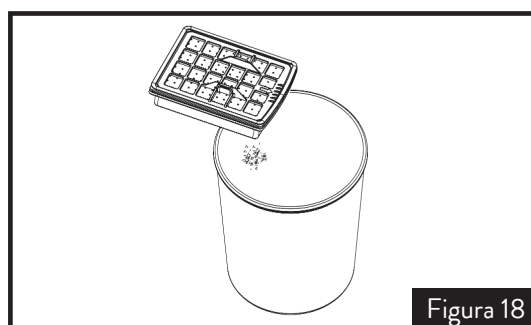

Figura 18
5. Remueva los cabellos y la suciedad de mayor tamaño que esté atascada, según la figura 18.